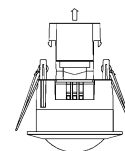

Fig.1
- Retirar a cobertura de vinil transparente da parte inferior do sensor (Fig.1).